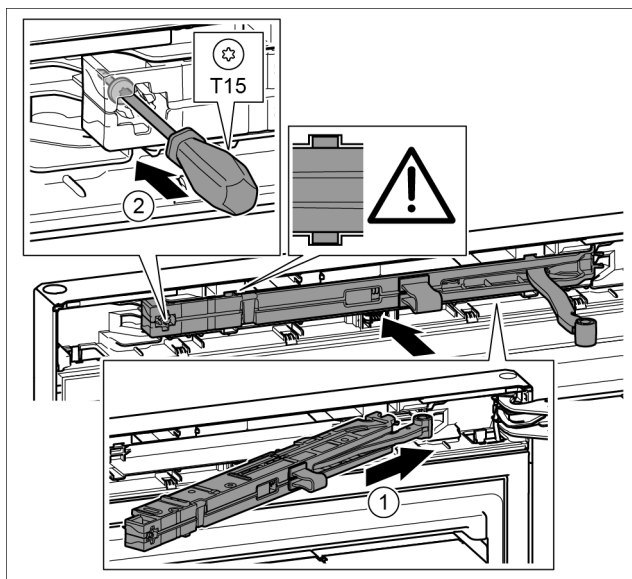

Fig. 41
- ▶ Sluitdempereenheid aan de zijde van de lagerbus tot de aanslag schuin in de uitsparing schuiven. Fig. 41 (1)
- ▶ Schroef met een schroevendraaier T15 vastschroeven. Fig. 41 (2)